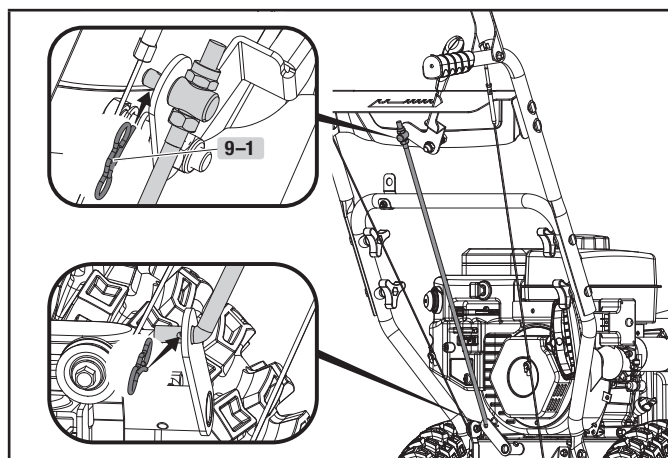

Figure 9
2. Reliez le levier de connexion et la poignée de réglage de la vitesse avec la goupille. (figure 9)